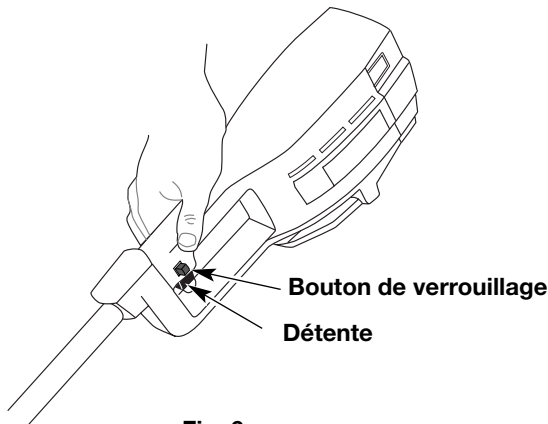

Fig. 6
1. Appuyez sur le bouton de verrouillage et maintenez-le enfoncé (Fig. 6). Cela permet d'utiliser la détente.